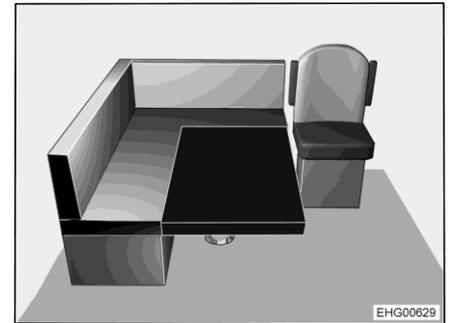

Fig. 77 Después de la transformación
- Colocar el cojín adicional sobre la mesa del modo mostrado en Fig. 77. La esquina redondeada mostrará hacia el lado delantero derecho.